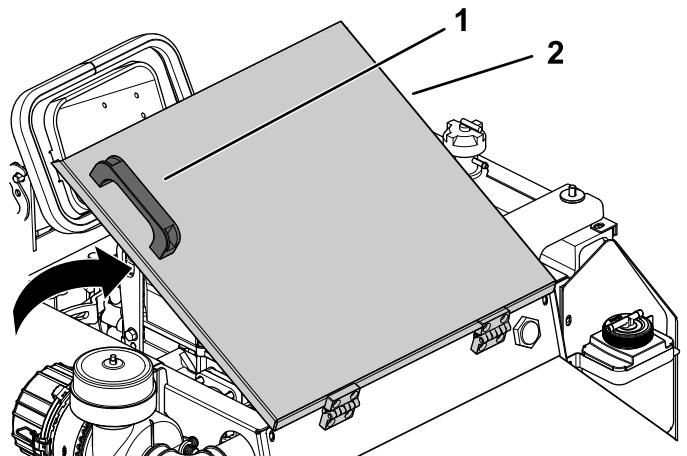

Рисунок 57
- Чтобы получить доступ к двигателю, поднимите за ручку крышку доступа (Рисунок 57).